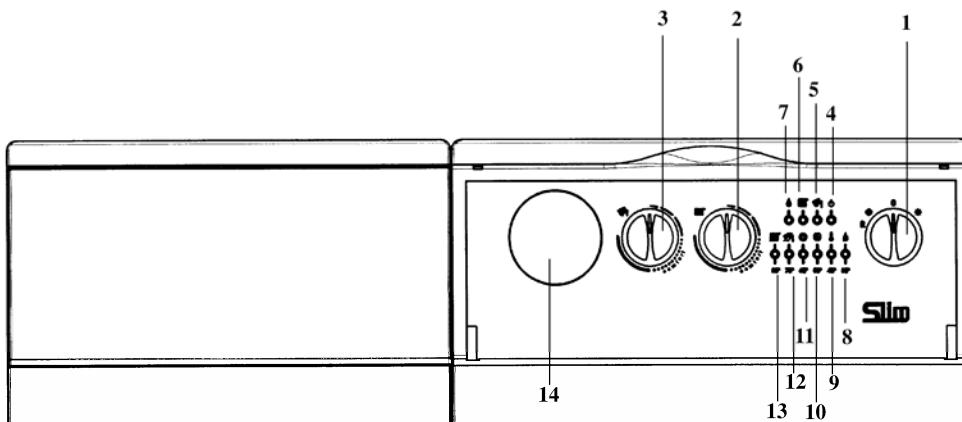

Рис. 1: Панель управління котла
- встановити перемикач режимів «літо -зима» (Рис. 1, позиція 1) у потрібний режим;
- встановити регулятор температури води в системі опалювання (рис.1, позиція 2) на потрібне значення;
- встановити регулятор температури води в бойлері (рис.1, позиція 3) на потрібне значення;
Режим роботи в системі ГВП може бути виключений шляхом установки регулятора температури води в бойлері (рис.1 позиція 3) на мінімальне значення, необхідне для захисту бойлера від замерзання.
Важлива інформація: при перемикачі режимів «літо - зима» (Рис. 1, позиція 1), встановленому в положенні «зима» , перед кожним черговим включенням котла за сигналом регулятора системи опалювання встановлена затримка на декілька хвилин (для того, щоб уникнути частих включень/виключень). Для того, щоб пальник включівся відразу, переведіть перемикач в положення (0), а потім знову встановіть режим «зима».
- встановити перемикач режимів літо-зима (рис.1, позиція 1), в положення “літо”;
- встановити регулятор температури води в бойлері (рис.1, позиція 3) на потрібне значення.
Увага! При першому включені всередині труби подачі газу можуть утворитися повітряні пробки. У таких випадках пальник не включатиметься і відбудеться блокування котла по газу (спалахує червона лампочка блокування котла - Рис. 1, позиція 8). При виникненні даної проблеми повторіть процес включення котла до надходження газу в пальник, короткочасно встановивши перед включенням перемикач режимів (Рис. 1, позиція 1) в положення R (скидання).
Даний пристрій може бути забезпечений кімнатним термостатом для контролю температури опалювального приміщення. В цьому випадку регулятор температури води в системі опалювання (рис.1, поз. 2) встановлюється в максимальне положення, а сигнали на включення і виключення котла поступають від кімнатного термостата.
За відсутності кімнатного термостата температура приміщення регулюється непрямим чином за допомогою регулятора температури води в системі опалювання (рис.1, поз. 2); за таких умов насос системи опалювання працює постійно. Для збільшення температури повернути регулятор за годинниковою стрілкою, для зменшення - проти годинникової стрілки.
Встановити перемикач режимів (Рис. 1, поз. 1) в положення «літо» ☀. В цьому випадку котел працюватиме тільки на контур ГВП.
- Встановити перемикач режимів (Рис. 1, поз. 1) в положення (0), прослідкувавши, щоб лампочка-індикатор (Рис. 1 позиція 2) згасла; таким чином припиняється подача електрики на котел.
Регулятор температури води в бойлері (Рис. 1, поз. 3) може використовуватися тільки за наявності накопичувального бойлера. В цьому випадку можливо відрегулювати температуру води контуру ГВП, встановивши регулятор на потрібне значення.
Пріоритет ГВП можна відключити встановивши регулятор (Рис. 1, поз. 3) на мінімальне значення відповідно до функції захисту від замерзання води в бойлері.
- перемикач режимів (рис.1, позиція 1) не встановлений в положення (0);
Якщо Ви не хочете нагрівати воду в бойлері, переведіть регулятор температури гарячої води (рис.1, позиція 3) на мінімальне значення (0); електронна система управління простежить за тим, щоб температура не опускалася нижче 5°C.